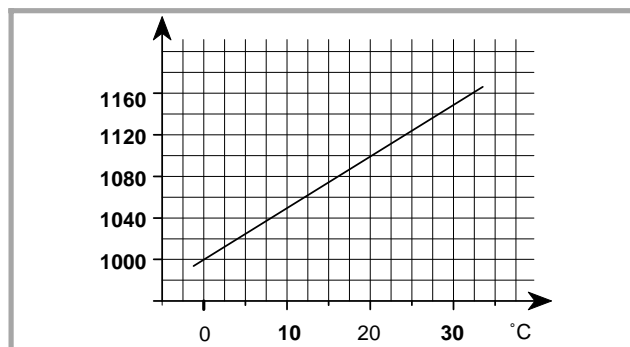

Figure 1 - Sonde QAA35
- Sonde d'ambiance QAA35 (fig. 1).